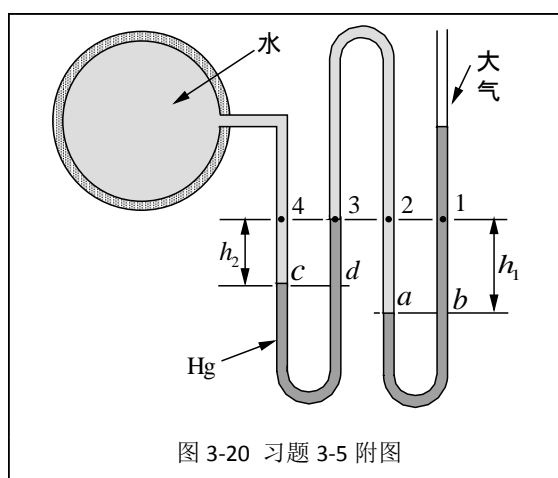

图 3-20 习题 3-5 附图
**3-5** 试排列图 3-20 所示复式测压计中 1、2、3、4、点压力  $p_1$ 、 $p_2$ 、 $p_3$ 、 $p_4$  的大小顺序（复式测压计可减小测压管高度）。